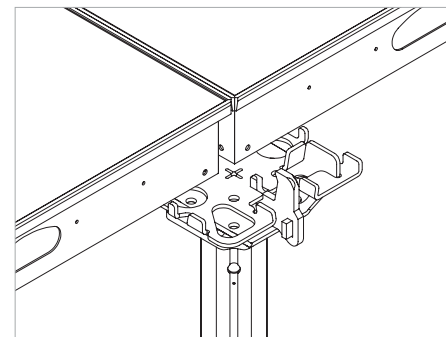

Fig. A5.14a
- se la compensazione è \leq alla sporgenza (Fig. A5.14a)